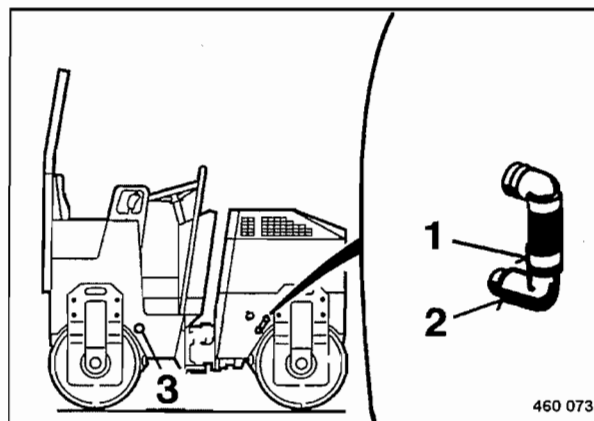

Fig. 108
- Retirar el capuchón 3 (Fig. 108) de ambos tubos de rociado.
- Soltar la abrazadera (2) y retirar el tubo flexible de los tubos de rociado.
- Extraer los tubos de rociado (3) y enjuagarlos escrupulosamente.